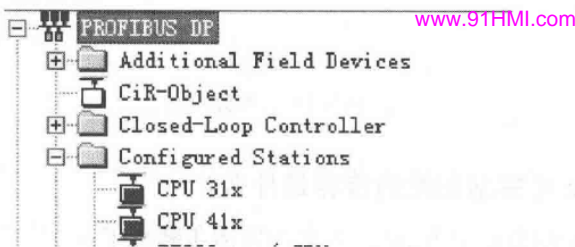

图 8-22 选择 CPU31x 示意图
(3) 在 S7-400 的“HW configuration”组态画面右侧选择“PROFIBUS DP”，在“Configured Stations”中选择“CPU31x”，并将其拖到左侧的 PROFIBUS 总线上，如图 8-22 所示。